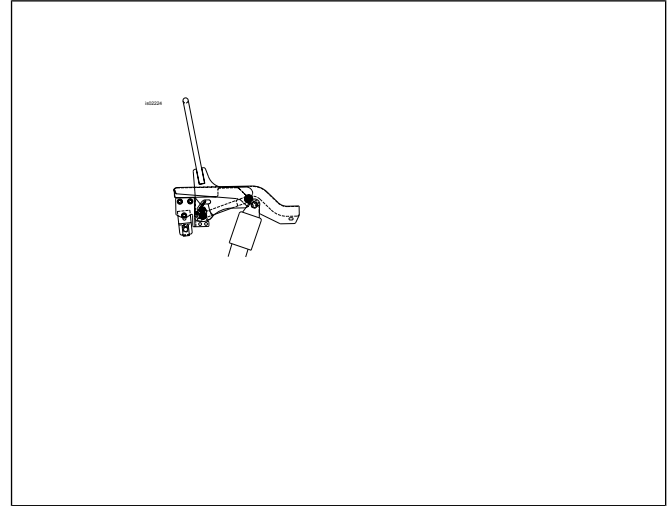
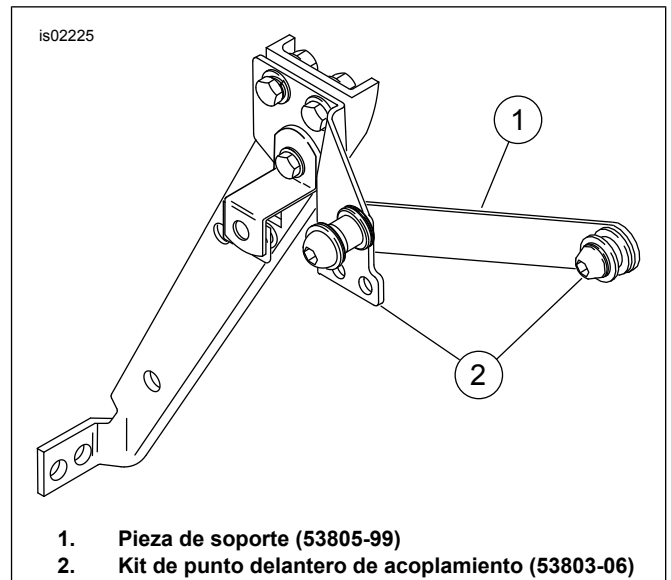

Figura 1. Pieza vertical de la barra sissy desmontable
Figura 2. Kit de punto delantero de acoplamiento y pieza de soporte
1. Vea la Figura 1 y la Figura 2. Coloque correctamente los puntos delanteros y traseros de acoplamiento. Instale la pieza de soporte (1) en cada lado como se muestra.